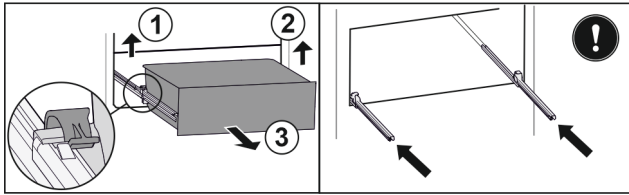

Fig. 31
- ▶ Підняти лівий затискач і одночасно висувний ящик ліворуч потягнути вперед. Fig. 31 (1)
- ▶ Підняти правий затискач і одночасно висувний ящик праворуч потягнути вперед. Fig. 31 (2)
- ▶ Вийняти висувний ящик рухом вперед. Fig. 31 (3)